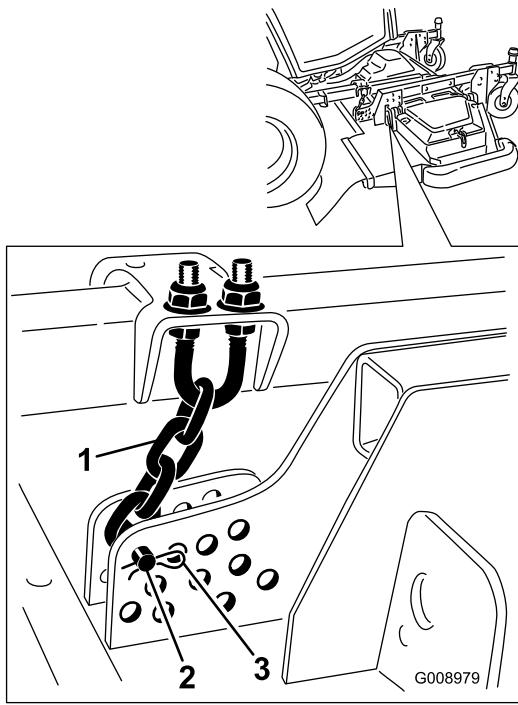

Figure 91
4. Enlevez la goupille fendue et l'axe de chape qui fixent les chaînes de hauteur de coupe à l'arrière du plateau (Figure 91).